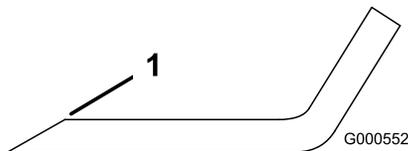

Figura 97
1. Utilice una lima para afilar el filo de corte en ambos extremos de la cuchilla (Figura 97).
**Nota:** Si la cuchilla no está equilibrada, rebaje algo el metal en la parte de la vela solamente con una lima (Figura 97).